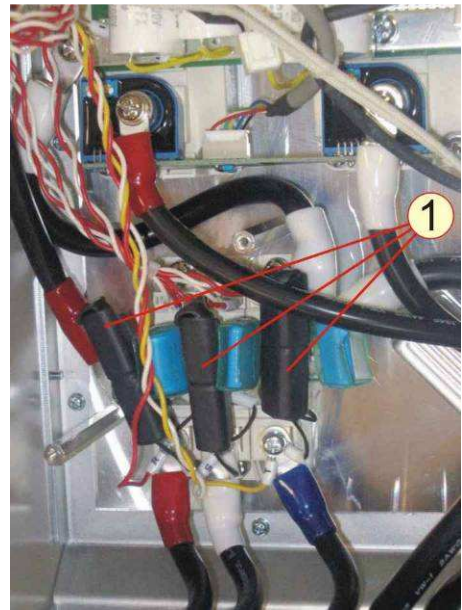

Рисунок 7.30
7.11.13 Установить RC-сборки горизонтально, подгибая их выводы (рисунок 7.30).